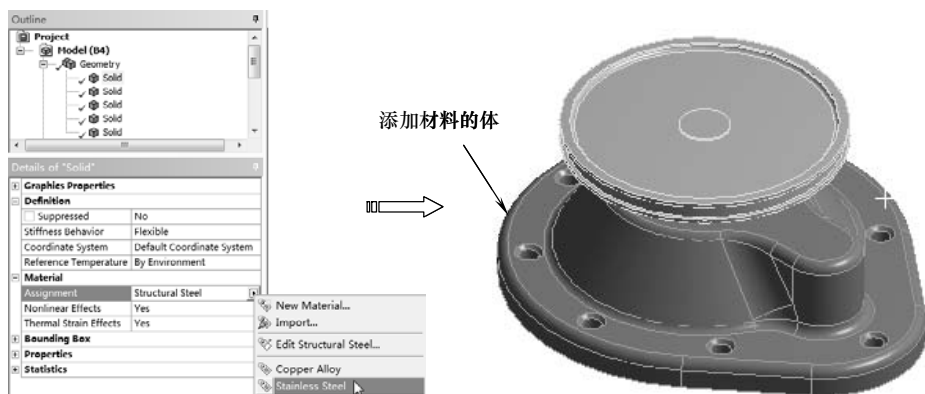

图 4-10 设置实体材料
(1) 几何体 在模拟分析过程中，实体的体/面/部件（二维或三维）、只由面组成的面体、只由线组成的线体 3 种类型的实体会被分析。
(2) 为体添加材料 在进行项目分析时，需要为体添加材料属性，添加时在窗口左侧【Outline (分析树)】中选择【Geometry】节点下的相应实体，此时在【Details of “XXX” (参数列表)】中显示模型参数。单击【Material】节点下的【Assignment】选项，然后单击  按钮，选择相应材料，如图 4-10 所示。